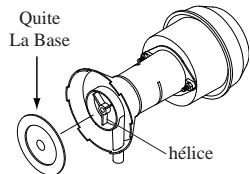

Fig. 10
- **Limpiar la bomba.** Es necesario limpiar la bomba una vez al principio de cada año. Por su propia seguridad, apague la unidad y desconecte el motor y la bomba. Quite la bomba de su montura. Quite la base de la bomba (véase fig. 10). Limpie la bomba. Dé le vuelta a la hélice para verificar que se mueve libremente. Quite el pico de la bomba y vea si está obstruido. Vuelva a colocar la base de la bomba. Coloque la bomba en la unidad y fíjela en su montura. Esto impedirá que se caiga la bomba al agua, lo que dañaría el motor. No se olvide de volver a conectar el tubo de agua a la bomba. La bomba contiene un depósito protector en caso de sobrecalentamiento (se apagará automáticamente).